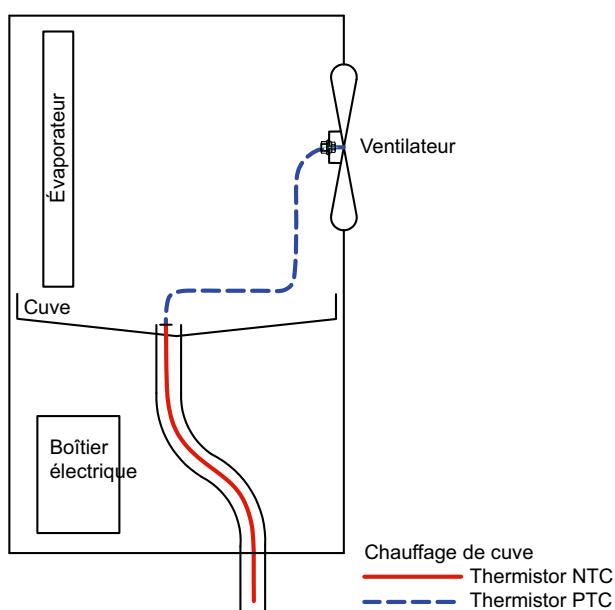

Fig. 1.1:
- 2) Installez le chauffage de l'écoulement des condensats fourni (voir Fig. 1.1 à la page 1)